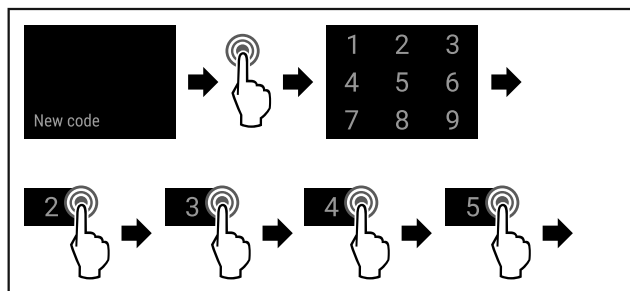

Fig. 82
- ▶ Udfør handlingstrinene (se Fig. 82).
- ▶ Udfør handlingstrinene (se Fig. 82) .